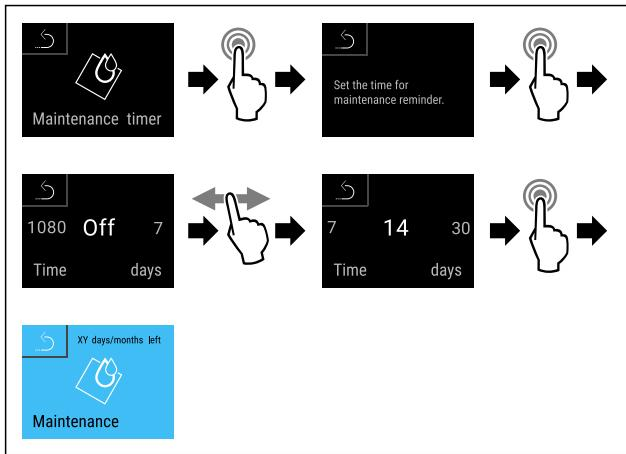

Fig. 103
- Seguir los pasos de procedimiento (consulte Fig. 103).